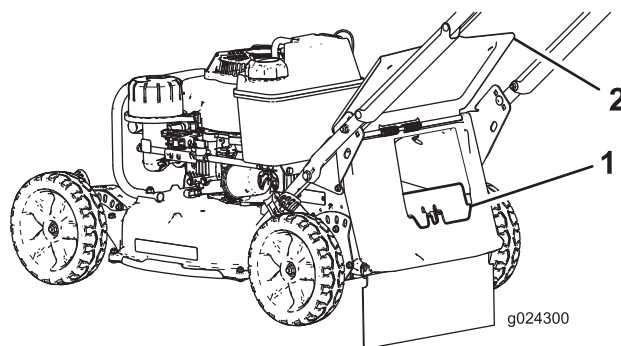

Bild 19
- Wenn die Heckauswurfklappe nicht eingesetzt ist, fassen Sie sie am Griff an, heben Sie die Heckklappe an und setzen sie in den Heckauswurfkanal ein, bis der Riegel einrastet (Bild 19).
3. Drücken Sie zum Entfernen der Heckauswurfklappe mit dem Daumen auf den Riegel und ziehen die Klappe aus der Maschine (Bild 19).